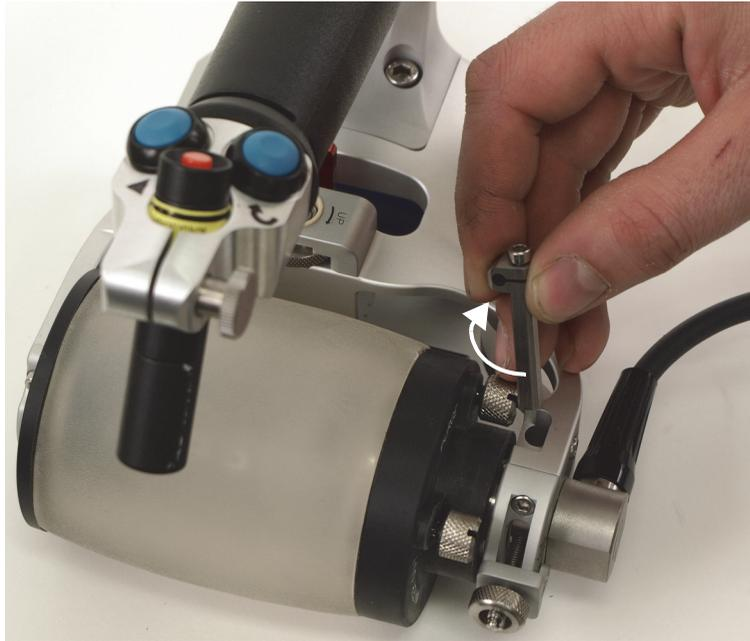

Figure 6-40 Retrait et rotation à 90° du support secondaire
9. Pour le modèle non XL seulement, retirez le support de codeur secondaire de sa cavité (Figure 6-40 à la page 121).